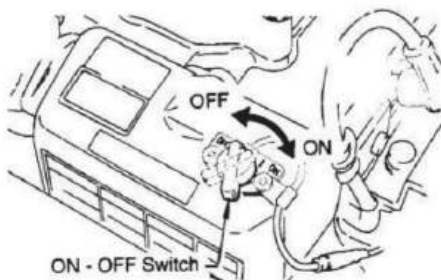

Figura 6
1. Spostare rapidamente la leva dell'acceleratore dalla posizione **COMPLETAMENTE APERTA** alla posizione **MINIMO** (Fig. 11) e fai girare il motore per tre minuti a bassa velocità. Dopo che il motore si è raffreddato, accendere/spegnere il motore portare l'interruttore in posizione "STOP" (Figura 6) finché il motore non raggiunge il completo arresto. fermare.